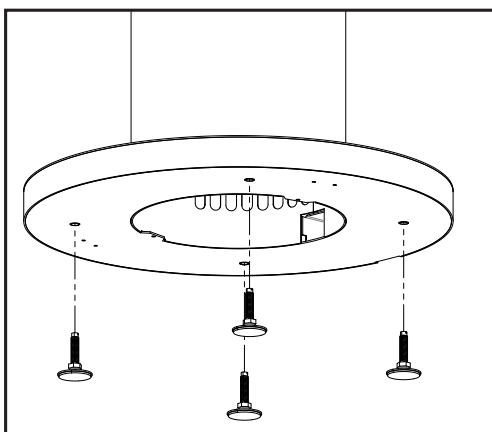

Figure 75: Pieds de nivellement du piédestal de poteau
Retirez les quatre (4) boulons du bas de l'appareil (voir Figure 75). Ces boulons sont utilisés pour installer le piédestal.